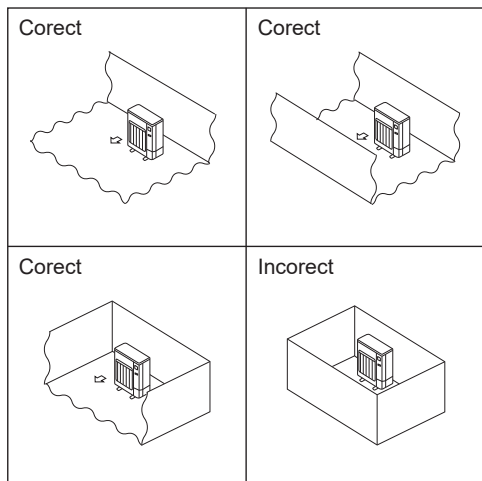

Fig. 2-2
- Instalați unitățile exterioare într-o zonă unde cel puțin una dintre cele patru părți laterale este deschisă și într-un spațiu suficient de mare, fără denivelări. (Fig. 2-2)